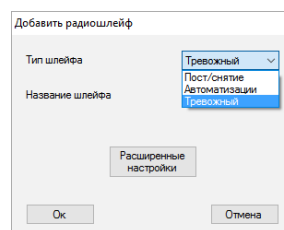

Рис. 19. Выбор типа охранной зоны
6.4. Охраняемые зоны могут быть 3-х типов: тревожные зоны, зоны автоматизации и зоны постановки/снятия (Рис. 19). Тип зоны выбирается при ее создании, см. п. 4.2.